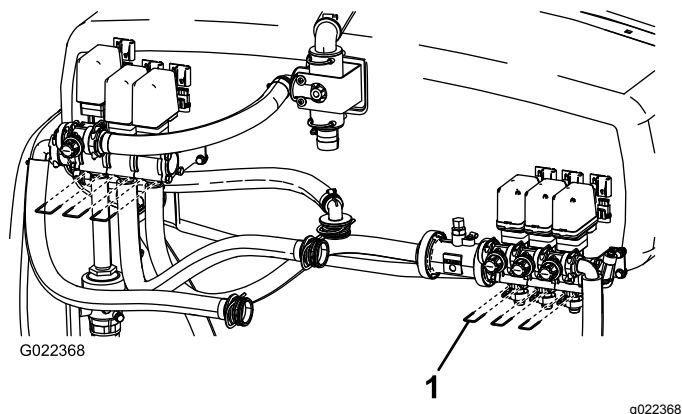

Figura 50
- B. Retire las 3 horquillas que sujetan los asientos de las válvulas al conjunto de las válvulas (Figura 50).
Nota: Asegúrese de guardar los muelles de la válvula (Figura 50).